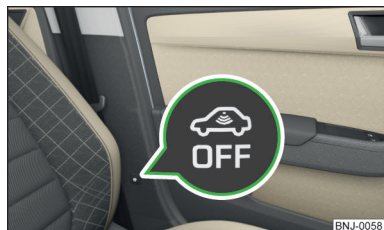

Fig. 36
- Apăsați butonul  de pe stâlpul central de pe partea șoferului » **fig. 36**, în buton se aprinde simbolul .